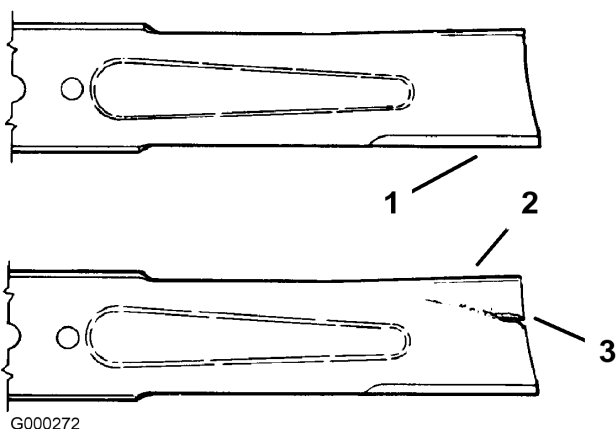

Figure 53
1. Examinez le tranchant des lames (Figure 53). Si les lames ne sont pas tranchantes ou si elles présentent des indentations, déposez-les et aiguisiez-les (voir Aiguisage des lames).
2. Inspectez les lames, surtout la partie incurvée (Figure 53). Remplacez immédiatement toute lame endommagée, usée ou qui présente une entaille (Figure 53).